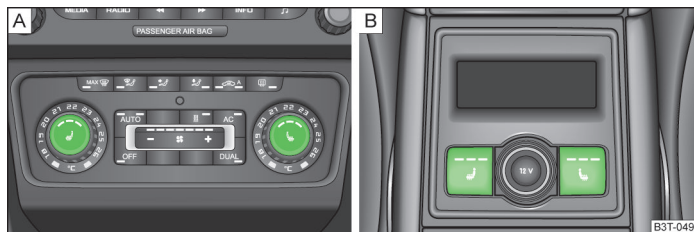

Abb. 57 Heizung: Vordersitze / Rücksitze
- › Die Fläche des Reglers im Bereich des Symbols bzw. » Abb. 57 - **A** drücken.
- › Die Symboltaste bzw. » Abb. 57 - **B** drücken.